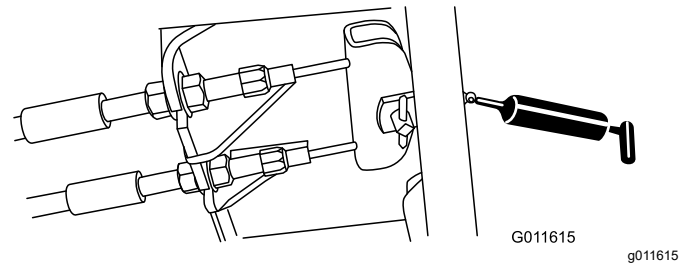

Figura 74
- Pedal do travão (1) (Figura 74)